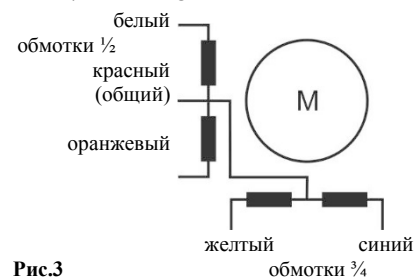

Рис.3
- Внутреннее сопротивление между обмоткой составляет  $46\ \Omega$  для EXM/EXL-125 и  $185\ \Omega$  для EXM/EXL-24U. (обмотки см. на Рис. 3)